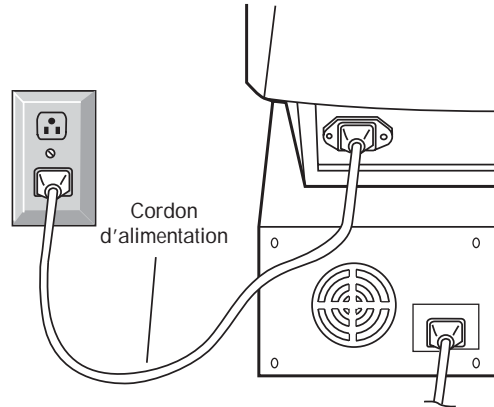

Figure C.1
**REMARQUE :** Pour obtenir un adaptateur de câble Diamond Pro 2070SB Macintosh, appeler NEC-Mitsubishi Electronics Display au (800) 632-4662.
5. Connecter une extrémité du cordon d'alimentation au moniteur Diamond Pro et l'autre extrémité à la prise de courant (**Figure C.1**).